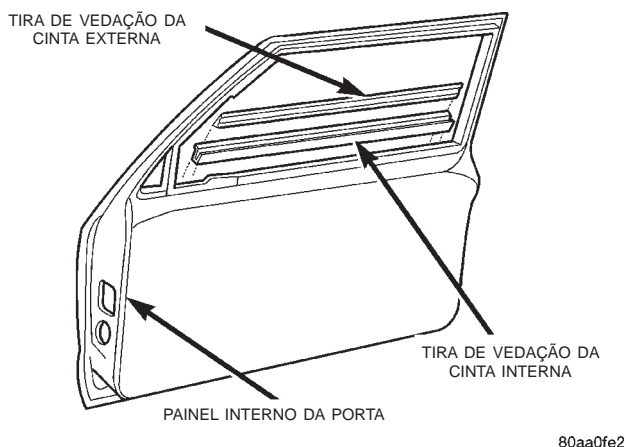

Fig. 37 Tira de Vedação da Cinta Interna/Externa da Porta Dianteira
- (1) Abaixar o vidro da janela.
- (2) Remover o painel de acabamento da porta.
- (3) Puxar pelo canto traseiro da tira de vedação e retirá-la da porta (Fig. 37).
- (2) Com uma vareta, levantar o canto externo traseiro da tira de vedação.
- (3) Levantar a tira de vedação até que se separe da porta (Fig. 37).